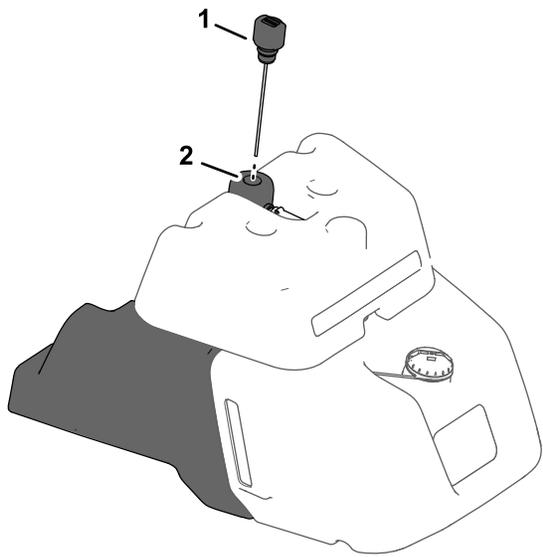

图37
- 如果机器在燃油油箱侧面有一个燃油目测油位计请找到液压油箱顶部液压系统的量油尺图37然后转至步骤 5。